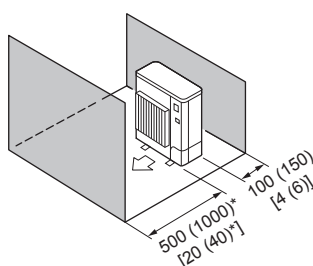

Fig. 2-10
- ⑤ Obstacles uniquement à l'avant et à l'arrière (Fig. 2-10)